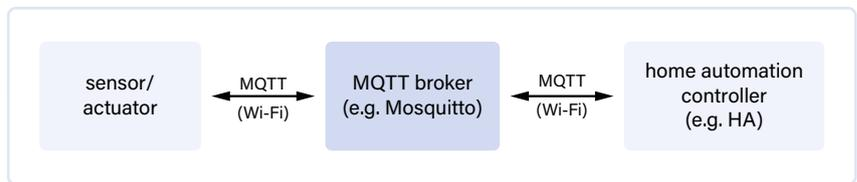

Bild 2. Eine Übersicht über das in diesem Artikel vorgestellte MQTT-basierte Hausautomatisierungssystem.
schen WLAN herstellen können. Der Controller für die Hausautomatisierung ist in meinem Fall Home Assistant (HA), der auf einem Raspberry Pi 3B+ Board läuft [1], aber jeder andere Controller, der das MQTT-Protokoll beherrscht, kann ebenfalls verwendet werden (was bei etwa 99 % aller Controller der Fall ist). Der Controller stellt auch die Verbindung zum WLAN her. **Bild 2** zeigt, wie das gesamte Hausautomatisierungssystem aufgebaut ist.